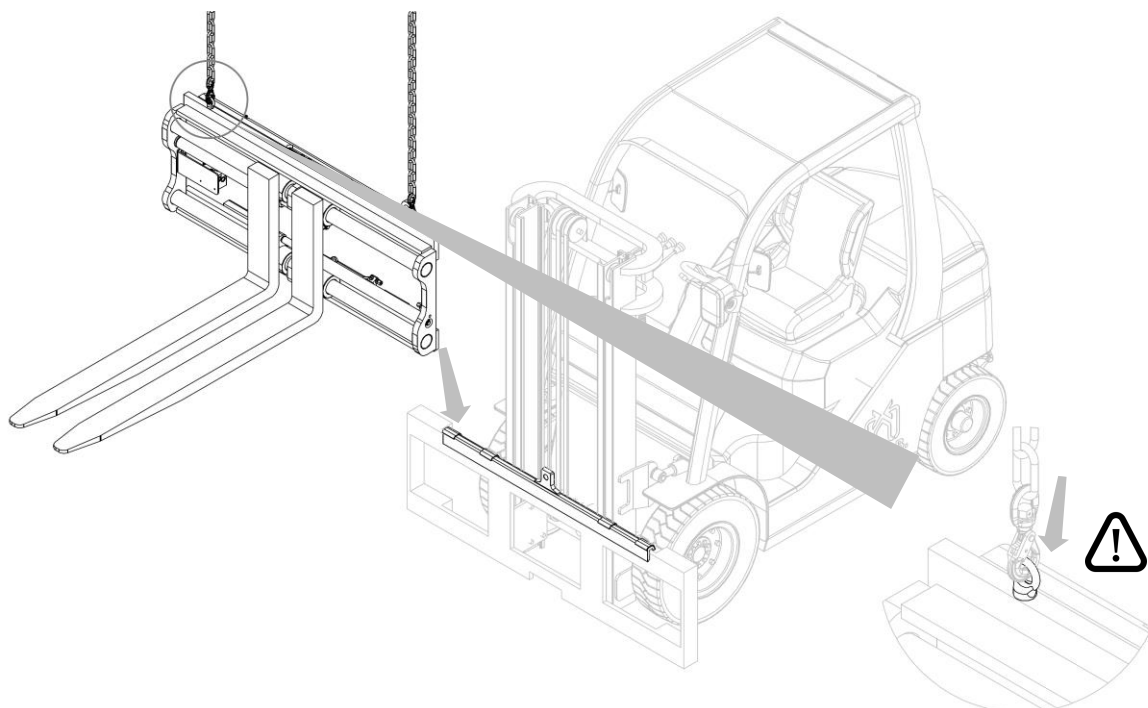

Figure 8
8. Pour la manutention, il est nécessaire d'utiliser des œillets qui doivent être vissés dans les trous prévus cet effet (voir détail *Figure 8*).
9. À l'aide d'un pont roulant ou d'un palan de capacité suffisante, positionner l'équipement sur le double crochet, en prenant soin de le positionner correctement (voir *Figure 8*).